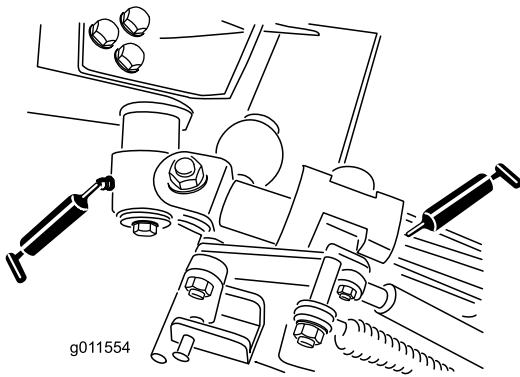

Figura 68
- Casquilhos articulados da manivela (2) (Figura 68)
- Casquilhos do braço traseiro (4) (Figura 68)